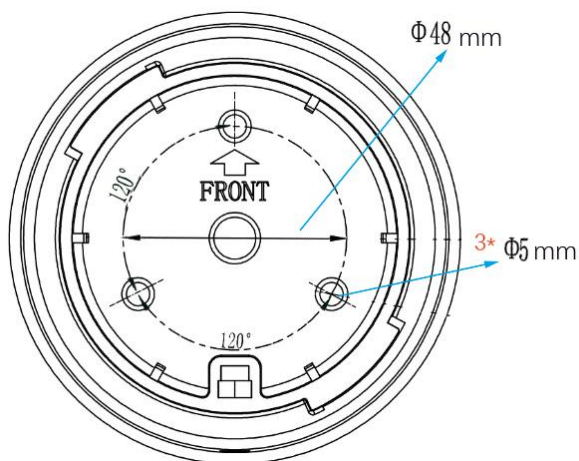

图 5 安装底座顶视图
3.2.3 根据安装底座的三个螺丝孔位置（图 5），在选定的安装位置钻取对应的固定孔（建议直径 $\Phi 4\text{mm}$ ）。选取安装位置时应确保底座固定后处于水平方向且“**FRONT** 箭头”方向对应船体正前方；